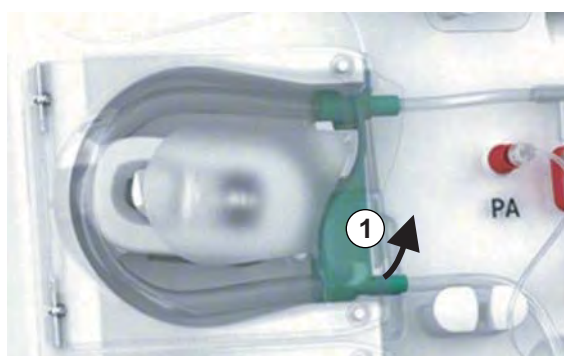

Рис. 7-1 Снятие кровопроводящей магистрали
5. Слегка приподнимите нижнюю часть мультиконнектора (Рис. 7-1, ①) с основания насоса крови (в направлении стрелки) при закрытой крышке насоса крови.